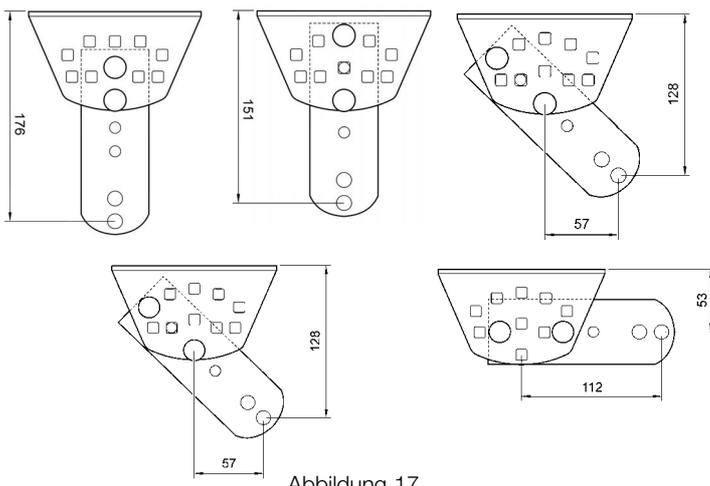

Abbildung 17
- "C" hängt davon ab, wie der Hinterbügel montiert ist (siehe ABBILDUNG 17) und kann von 53mm bis 176mm sein. Gewöhnlich ist "C" ca. 150 mm.
5 Um andere Werte von "C" zu erhalten (siehe Abbildung 12) können Bügel und Platte gemäß Abbildung 17 zusammgebaut werden
20 Ggf. die anderen Montagepositionen ausprobieren, die mit den Vorder- und Hinterplatten möglich sind. Siehe Abbildung 17.